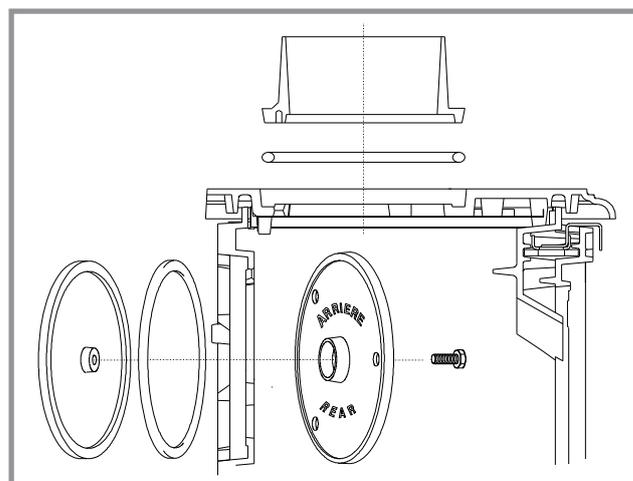

Figura 4 - Invio dei fumi verso l'alto
2.4.1. Montaggio dell'ugello sulla cima (figura 4)